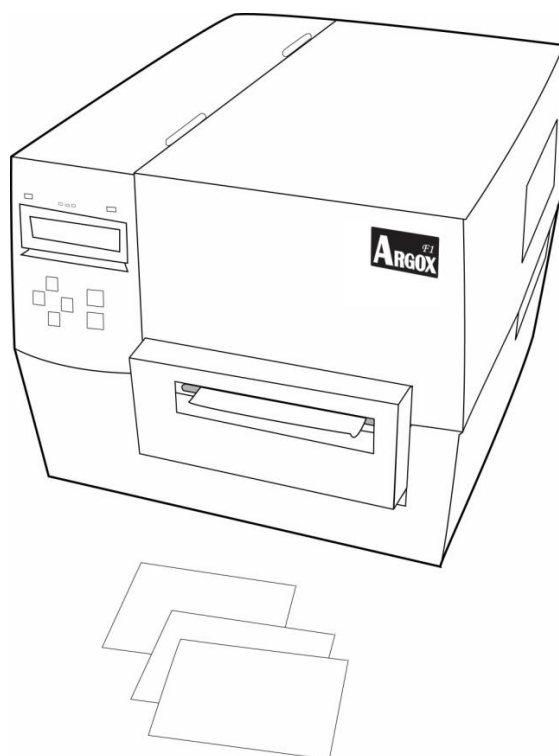

Figura 16
80. Ligue a impressora ou pressione o botão FEED (ALIMENTAÇÃO) se a impressora já estiver ligada (Figura 16).